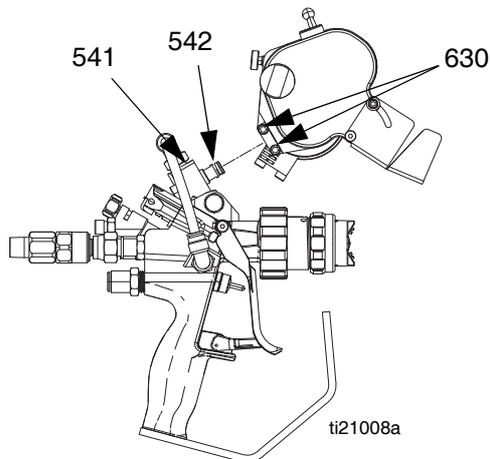

FIG. 6
- a. Se necessario utilizzare una chiave a mezzaluna per regolare il perno (541) in modo che sia parallelo all'estremità anteriore della pistola e che l'estremità aperta punti verso la parte anteriore della pistola. Vedere FIG. 6.
- b. Ritrarre le viti (630). Vedere FIG. 6.
NOTA: Assicurarsi che l'o-ring (542) si innesti perfettamente nel gruppo del coltello. Verificare che non vi siano perdite d'aria eccessive perché questo ridurrebbe enormemente le prestazioni del motore pneumatico. Vedere FIG. 6.
- d. Serrare le viti (630) per bloccare il coltello in posizione.